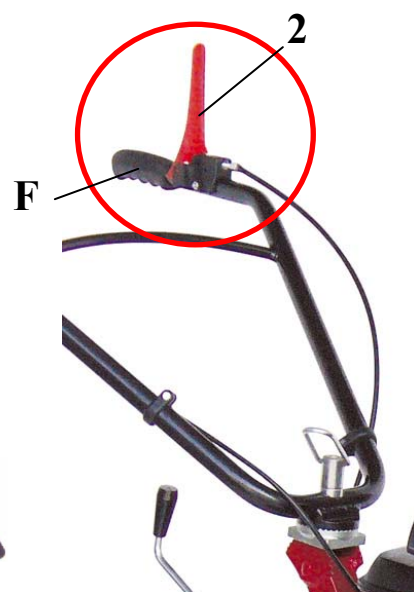

Fig. 11
- **Mantenere la leva di innesto trasmissione ALZATA (fig. 11 part.2), non legare o bloccare in alcun modo tale leva!!**
La funzione principale della leva "2" **fig. 11** consiste nel mettere in **rotazione la fresa**.
Tale dispositivo funge da **SICUREZZA** (in particolare assicura la presenza uomo) in quanto disinnesta la fresa nel momento in cui si abbandona o si lascia per qualsiasi motivo con la mano la manopola "F" di guida **fig. 11**.